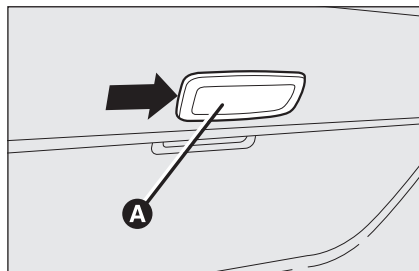

fig. 40
- ☐ intervenga en el punto indicado por la flecha y extraiga la lámpara de techo **A**-fig. 40;